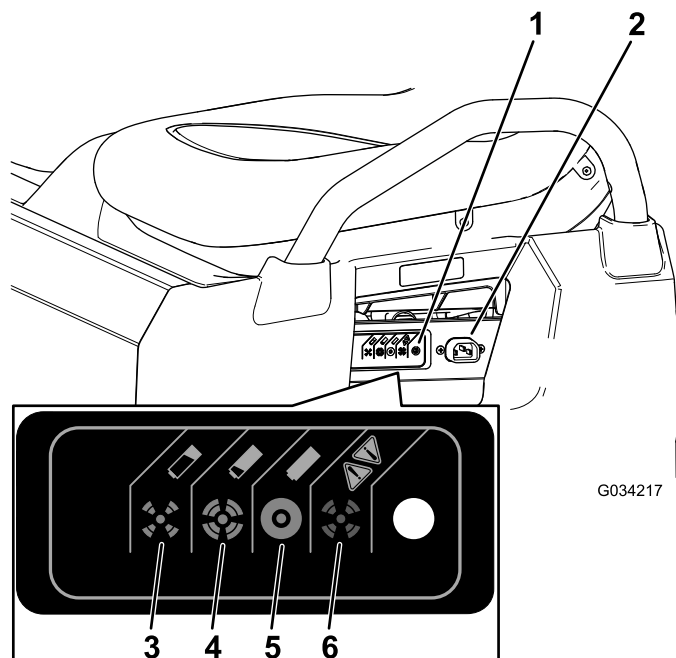

図 35
3. チャージャコードの太さは16ゲージまたはそれ以上太いもので、長さは2.5 m以内を、マシンの充電ソケットに接続する **図 35**。
充電状態を表す色の意味については、下の表と**図 35**で確認してください。